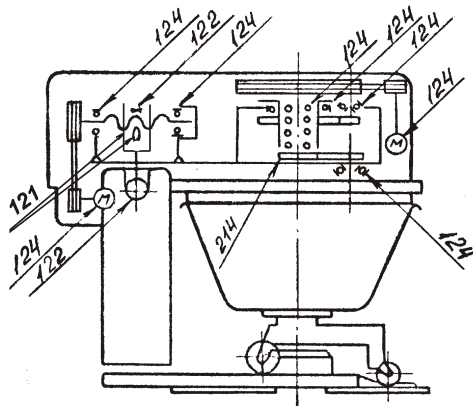

Рис. 4 Карта смазки
2.3.2. Проверить наличие смазки в подшипниках в соответствии с картой смазки (см. рисунок 4), при необходимости смазать.
3.1.2. Смазку узлов машины производить в соответствии с картой смазки (см. рисунок4)